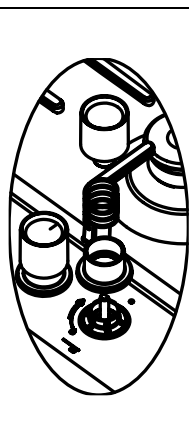

Figura 4.
1. Coloque los quemadores en posición de llama baja y extraiga los mandos de la placa del panel de control. (Ver figura 4)